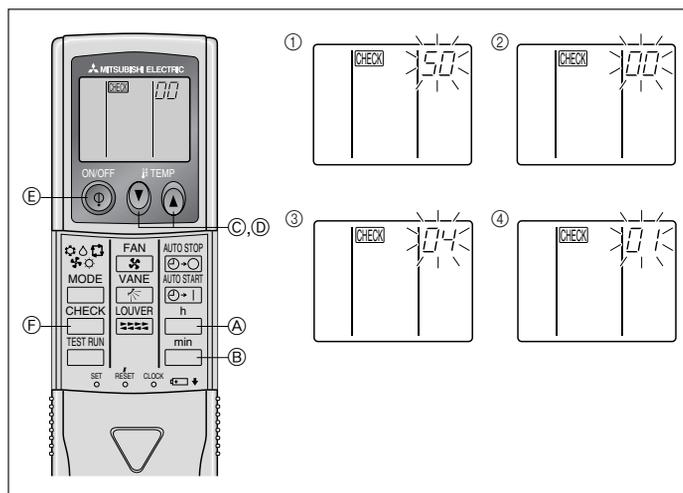

Fig. 6-9
2) Trådløs fjernstyring (Fig. 6-9)
- ① Gå til funktionsvalgstilstanden